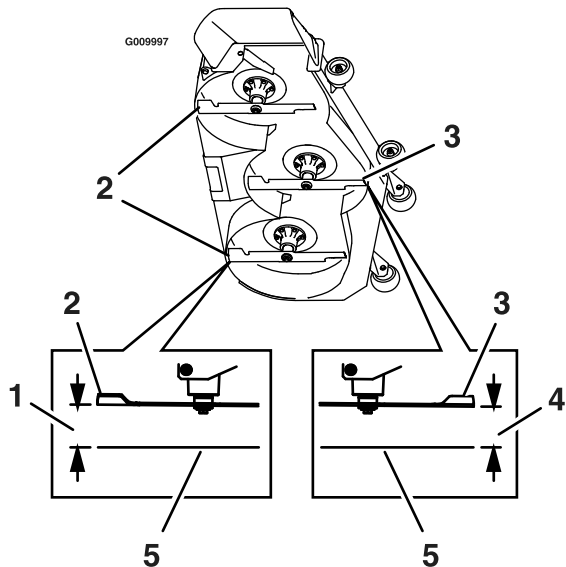

Figura 81
8. Mida desde la superficie nivelada hasta la punta delantera de la cuchilla central (**Figura 81**).